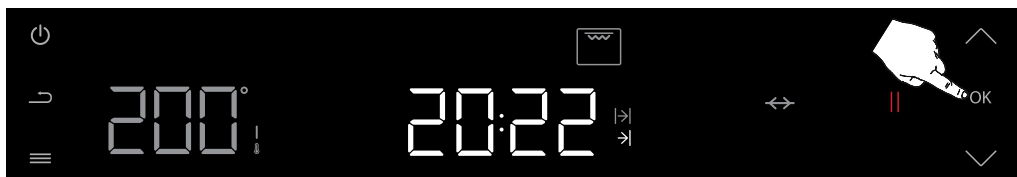

Abbildung 67
Drücken Sie die Bestätigungstaste (OK) zweimal, um die Auswahl der Garzeit zu bestätigen. Auf Wunsch ist auch ein zeitversetztes Garen möglich. Ausführliche Informationen finden Sie im Abschnitt über zeitversetztes Garen. (siehe Abbildung 67)